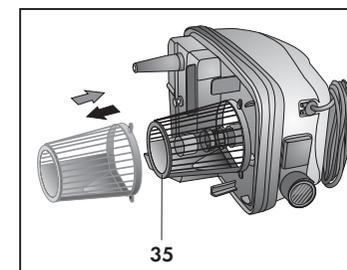

Fig. 30
Ogni qualvolta si esegue la pulizia della parte inferiore (I) dell'apparecchio, pulire il filtro (35) sganciandolo e lavandolo con acqua corrente (Fig. 30).